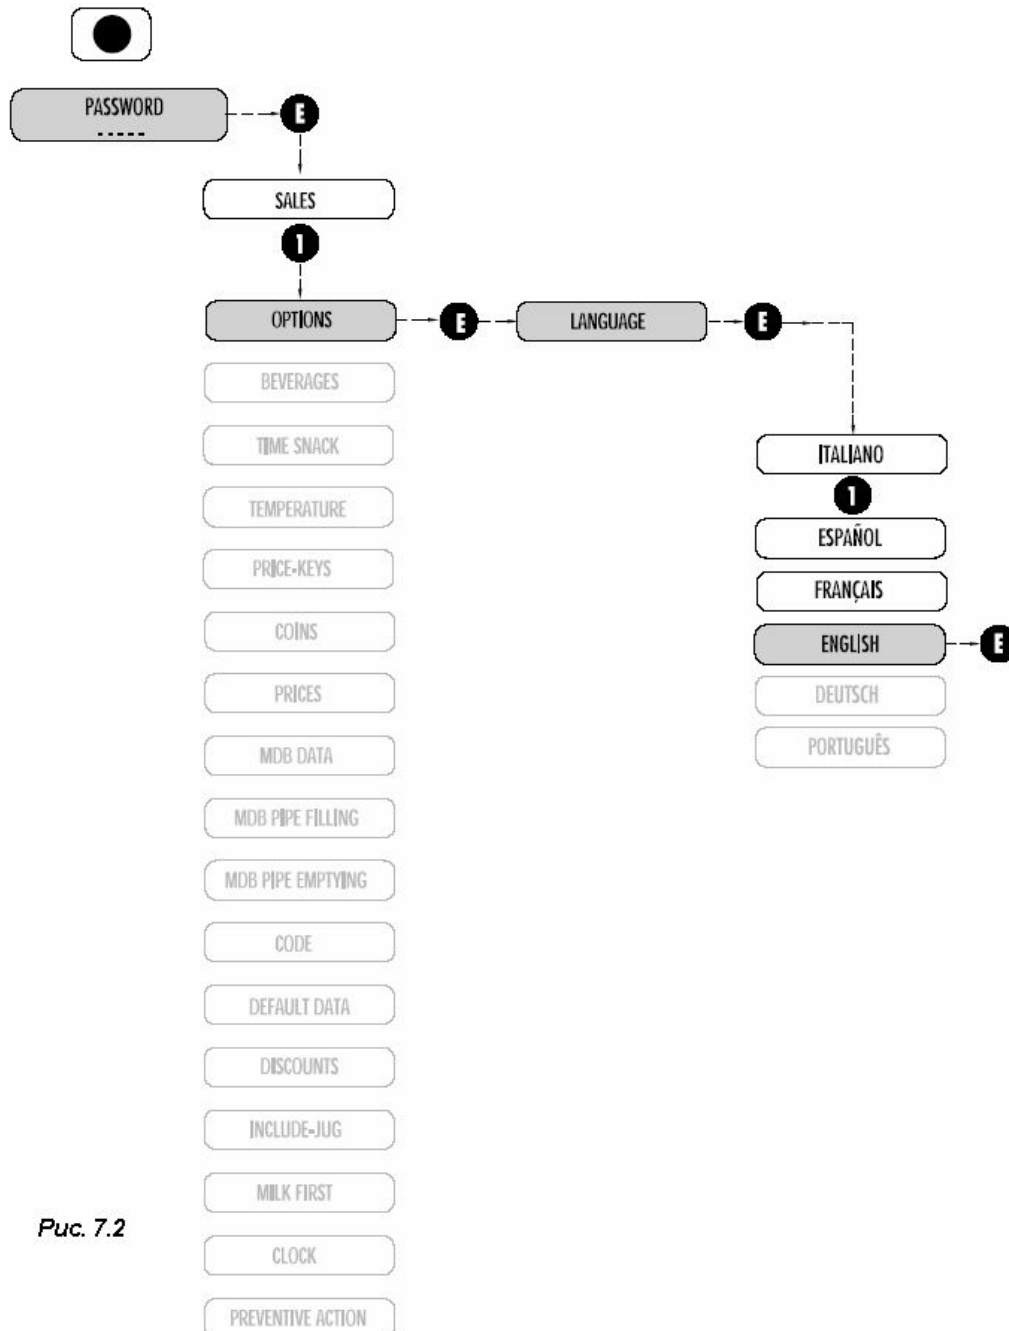

Рис. 7.2
- Сообщения на дисплее могут отображаться на четырех языках, при этом выбора языка осуществляется оператором на установочном этапе (Рис. 7.2) (предусмотрена аппаратная возможность расширения до восьми языков).
### 7.2.1 Параметры продаж (Рис. 7.2)